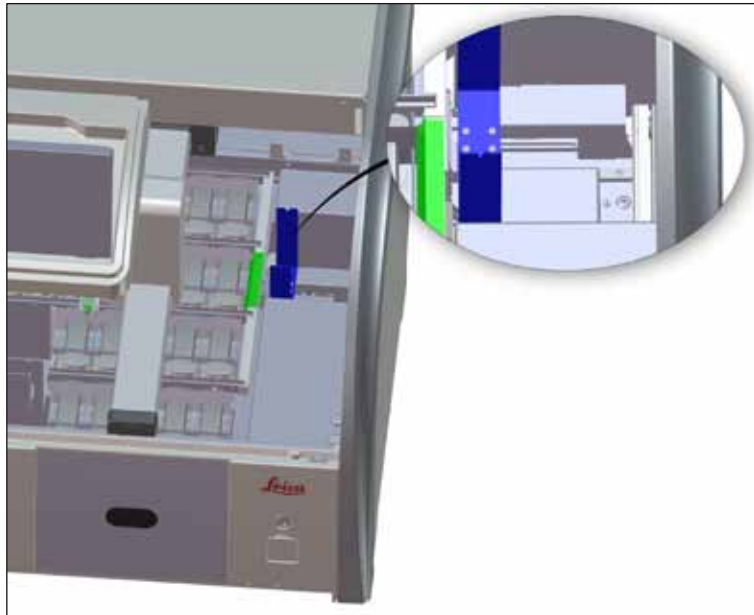

Abb. 94
- Die Transferstation (→ "Abb. 94") regelmäßig auf Reagenzienrückstände prüfen und gegebenenfalls mit einem handelsüblichen, milden und pH-Wert-neutralen Reinigungsmittel reinigen.